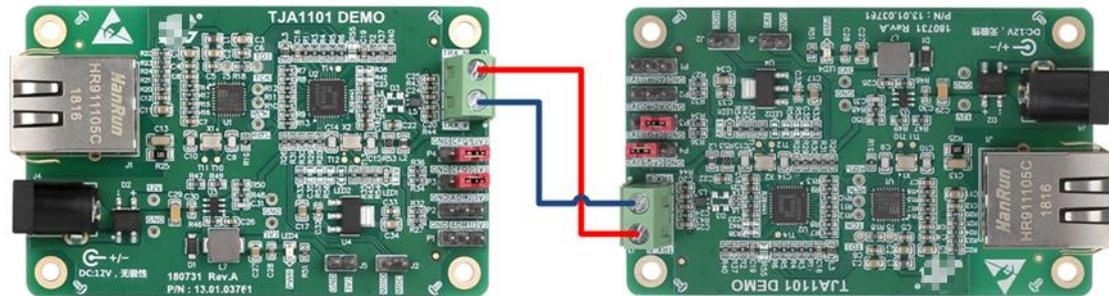

图 2.3 车载以太网连线示意图
- J3 使用双绞线与另一车载以太网连接，其中 J3 的 TRX_P 是车载以太网差分信号的正极，与另一车载以太网差分信号的正极连接；J3 的 TRX_N 是车载以太网差分信号的负极，与另一车载以太网差分信号的负极连接，如图 2.3 所示。
注：图 2.3 是用两块 TJA1101 DEMO 评估板来说明车载以太网差分信号的接法，实际使用中请自行确认好另一车载以太网口差分信号的正负极，然后按上述说明接线。
车载以太网信号正负极接反	确认另一端车载以太网接口的正负端，将评估板的 TRX_P 接到正端，TRX_N 接到负端（见图 2.3）